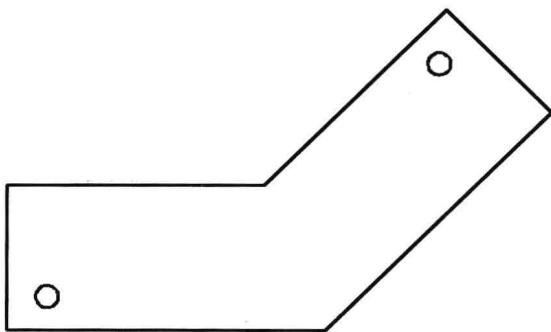

图 4-4-11
(1) 打开素材文件“4-4-5.dwg”，如图 4-4-11 所示。单击“常用”选项卡，在“修改”面板中单击“阵列”按钮，或者选择菜单命令“修改/阵列”。